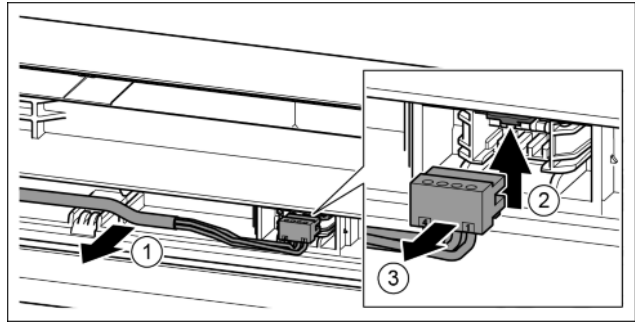

Fig. 22
- A szürke kábelt óvatosan vegye ki az ajtóban lévő vezető-sínből. Fig. 22 (1)
- Nyomja felfelé a fedőlemezt. Fig. 22 (2)
- Óvatosan húzza ki a dugót. Fig. 22 (3)